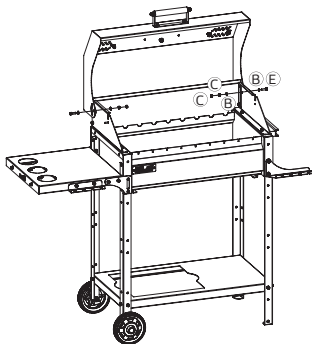

Рис. 33.
- Расположить крышку (поз. 15) так чтобы ее боковые отверстия совпали с отверстиями кронштейнов крышки (поз. 13), как показано на рис. 33/34.
- Придерживая крышку за ручку вставить винт (E) с шайбой (B) в отверстие крышки с одной стороны, затем в отверстие с другой стороны и удерживая в этом положении с внутренней стороны надеть на винт (E) шайбу (B) и закрутить гайку (C) до упора так чтобы крышка вращалась, затем удерживая ключом (K) стороной S10 закрутить вторую гайку (C) вторым ключом (K) стороной S10.